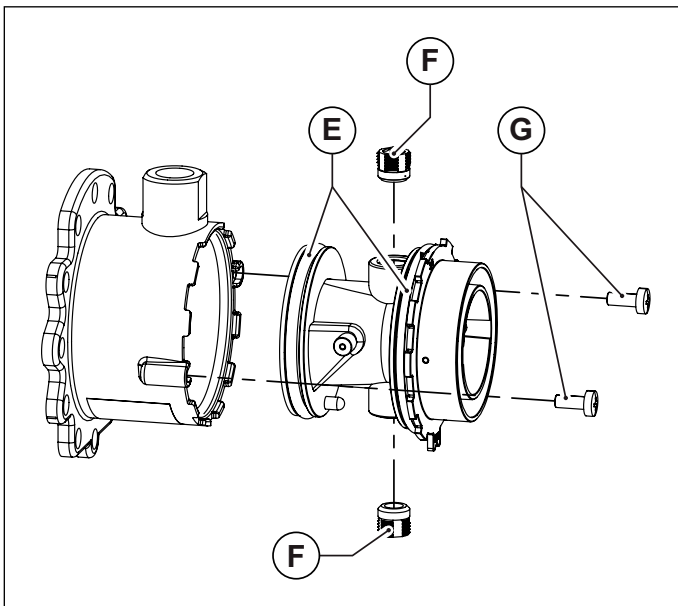

Fig. 34 Corpo in plastica del miscelatore
- Sfilare il corpo in plastica del miscelatore, svitando le due viti di fissaggio (vedi Fig. 34 Corpo in plastica del miscelatore).
- Svitare i due ugelli del miscelatore utilizzando una chiave a brugola da 6 mm (vedi Fig. 34 Corpo in plastica del miscelatore).
- Rimontare il corpo in plastica (Venturi) inserendolo nel miscelatore e avvitandolo con le viti di fissaggio, avendo cura di non danneggiare le guarnizioni o-ring che sono montate agli estremi del corpo in plastica (vedi Fig. 34 Corpo in plastica del miscelatore) e di rispettare l'orientamento di montaggio (vedi Fig. 35 Orientamento di montaggio).
- Montare il mixer riassembleto al ventilatore con le viti a brugola, avendo cura di riposizionare, fra mixer e ventilatore, l'o-ring di tenuta (vedi Fig. 34 Corpo in plastica del miscelatore).
- Montare il mixer riassembleato al ventilatore con le viti a brugola, avendo cura di riposizionare, fra mixer e ventilatore, l'o-ring di tenuta (vedi Fig. 34 Corpo in plastica del miscelatore).